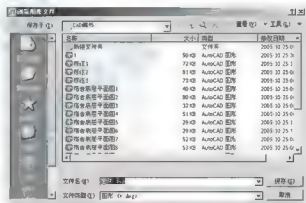

图 3.83 给块命名和存盘路径
(8) 在【目标】选项组中, 单击【浏览】按钮 , 打开【浏览图形文件】对话框, 确定该块的存盘位置并给该块命名, 如图 3.83 所示。单击【保存】按钮, 返回【写块】对话框。
(9) 单击【确定】按钮, 关闭【写块】对话框。